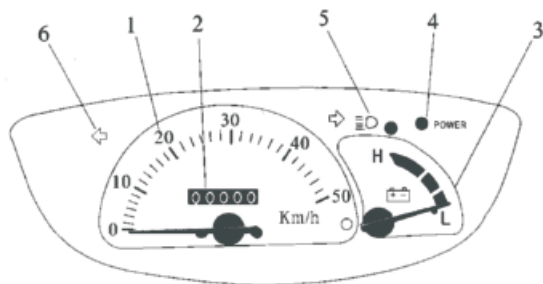

Figura 4-15
2. Instrumentele și afișajul controlerului (consultați figura 4-15)